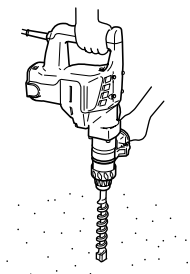

Fig. 9
- (d) Commuter le sélecteur sur "frappe" en procédant comme indiqué au point (1) ci-dessus et fixer la position de l'outil.
5. Préchauffage (Fig. 9)